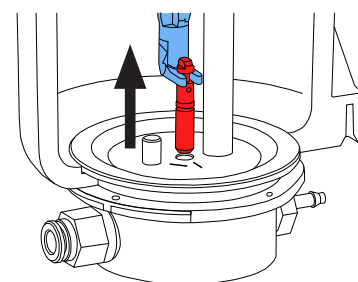

Fig. 13
- ⇒ Tomar la boquilla dosificadora con la herramienta y tirar de ella hacia arriba (Fig. 13).